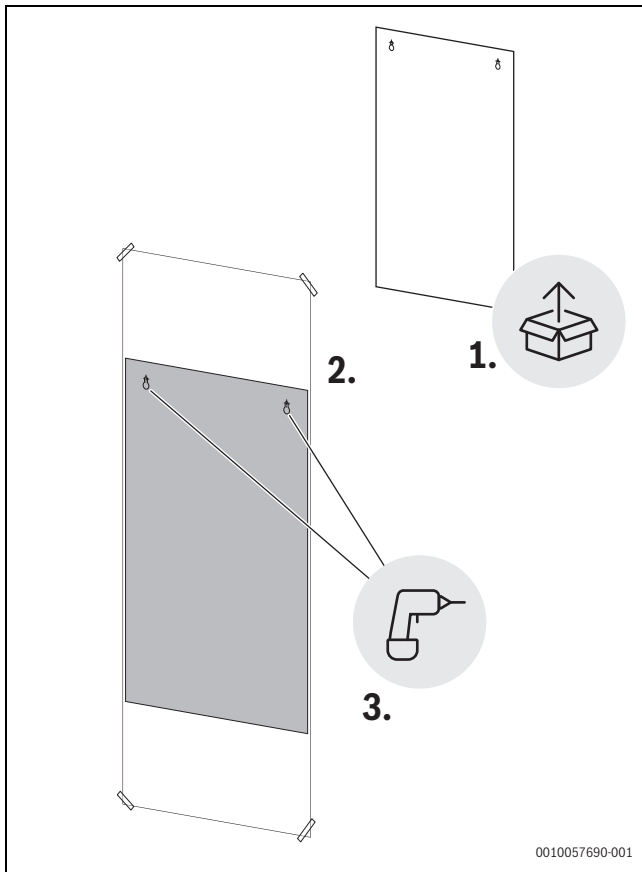

Bild 9 Bohrschablone
3. Die entsprechenden Bohrungen (Ø 8 mm) durch die Schablone an den Befestigungspunkten anbringen, wie auf der Schablone angegeben (Fig. 9).